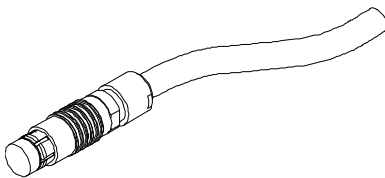

Рис. L-2 19-контактный (4CH) разъем VT-ПЭП
- Первый тип: 19-контактный разъем (см. Рис. L-2 на стр. 178), используемый в многокатушечных VT-ПЭП.